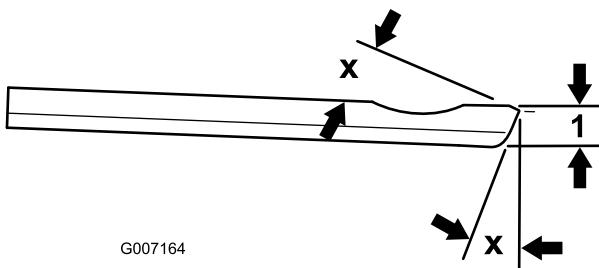

Figura 20
**Nota:** O ângulo recomendado de amolagem da lâmina superior e frontal é de 3 a 7 graus (Figura 20).